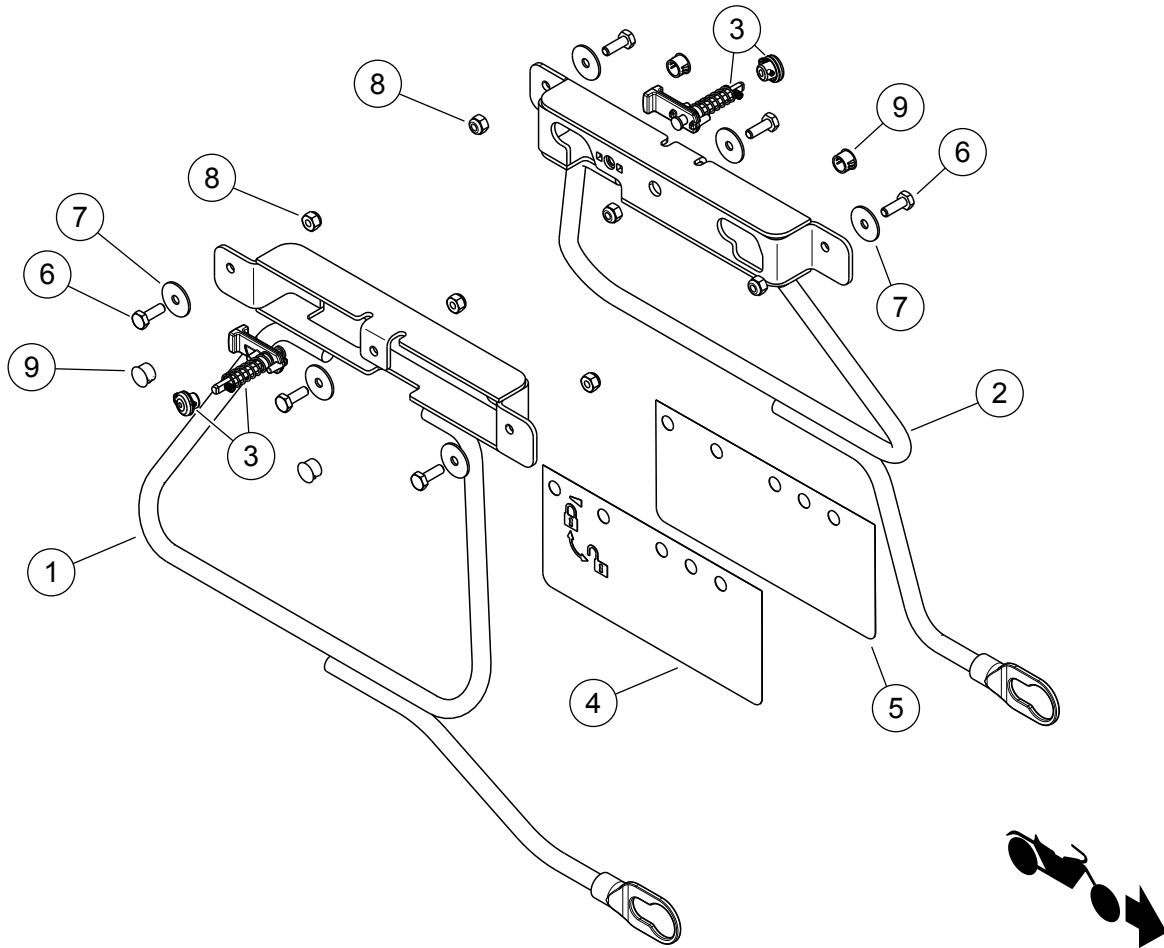

Figura 7. Piezas de servicio: Kit de conversión para alforjas desmontables Softail
- j. Vea Figura 7. Inserte el pasador del pestillo (pieza del kit de servicio 3) a través de la pieza de soporte de montaje. Coloque el pestillo en la pieza de soporte y alinee los salientes cuadrados de montaje con los agujeros cuadrados de la pieza de soporte. Instale el resorte sobre el pasador y el pestillo.
- l. Instale la pieza de soporte de montaje (1 o 2) en la alforja y asegúrela con los tornillos (6), las arandelas (7) y las tuercas (8). Inserte los tornillos desde el interior de la alforja. Apriete a 8,1–10,8 N·m (72–96 in-lbs).
- n. Inserte los tapones plásticos (9) en los agujeros en la alforja. Cuando utilice un kit de tapa, los tapones deben insertarse desde el interior de la alforja. Entonces, la pieza de soporte de la tapa plana sujeta el tapón entre la alforja y la pieza de soporte de la tapa plana.